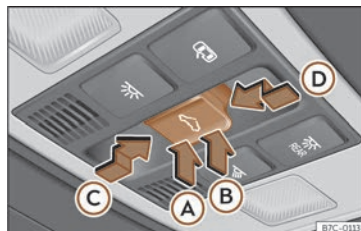

Fig. 84 En el revestiment interior del sostre: tecla del sostre de vidre.
La tecla fig. 84 té dos nivells. En el primer nivell es pot situar el sostre en la posició deflectorà, obrir o tancar totalment o parcialment.
- **Sostre de vidre:** abans que passin 5 segons aproximadament des de l'activació de la funció antiatrapament, premeu la tecla <> >>> **fig. 84** fins al segon nivell en el sentit de la fletxa >>> **fig. 84** ⓐ fins que el sostre es tanqui completament.